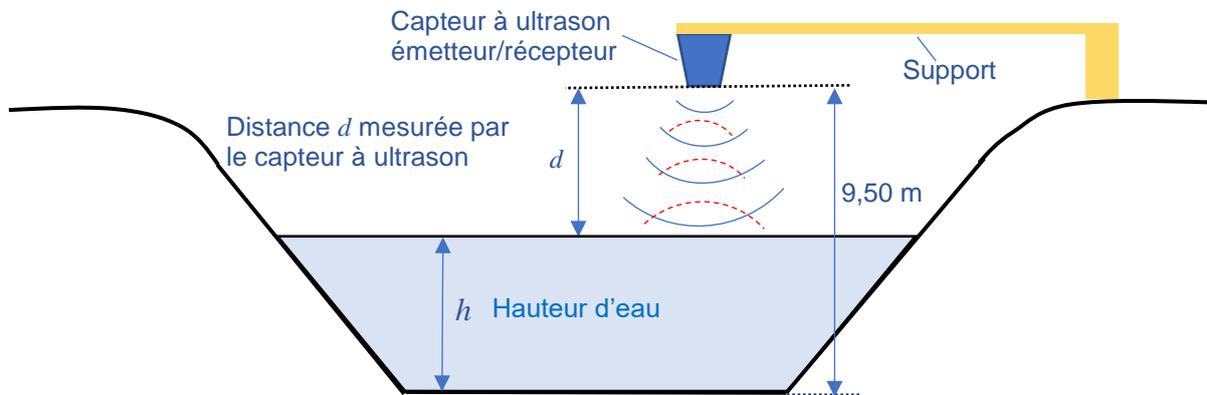
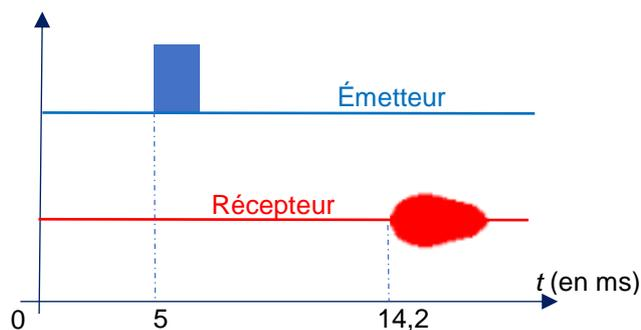

Figure 2 Schéma du bassin
Figure 3 : Chronogrammes des signaux du capteur à ultrason
Pour surveiller la quantité d'eau disponible, on mesure la hauteur d'eau  $h$  à l'aide d'un capteur de niveau à ultrason maintenu au-dessus de l'eau à l'aide d'un support (voir figure 2 ci-dessous).
1.2.2. Justifier, en exploitant la figure 2 et le document 1, que le modèle du capteur présenté est adapté aux dimensions du bassin et aux conditions environnementales d'utilisation.
Lors d'un test de fonctionnement, le technicien relève les signaux ultrasonores représentés sur la figure 3 ci-contre.
Déterminer la valeur de la hauteur d'eau  $h$  en exploitant le schéma du bassin (figure 2), le document 2 et le relevé des signaux (figure 3), sachant que la température extérieure est égale à  $7\text{ }^{\circ}\text{C}$  lors de la mesure.